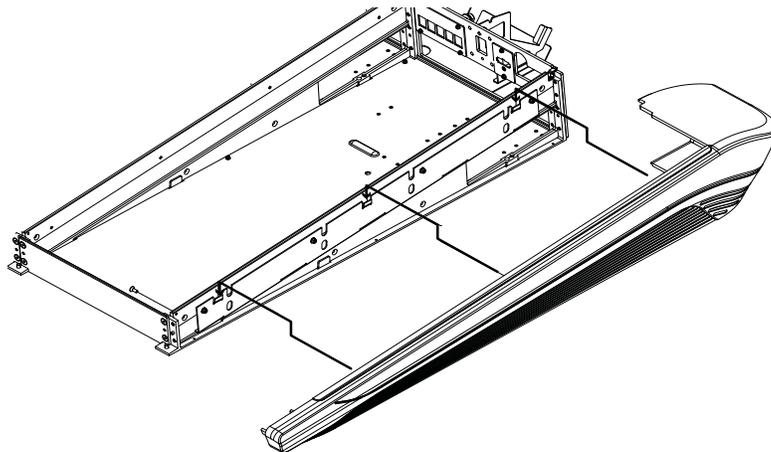

Abbildung 30. Anbringen der rechten Seitenabdeckung (Handauflage nicht abgebildet)
- 4 Stellen Sie sicher, dass Netz- und Ethernet-Kabel nicht im Weg sind und bringen Sie die rechte Seitenabdeckung an der rechten Befestigungsplatte an (siehe Abbildung 30).
- 5 Verwenden Sie weitere vier Phillips-Flachkopfschrauben, um die rechte Seitenabdeckung von der Innenseite des Chassis aus am Rahmen zu befestigen, wie in Abbildung 30 dargestellt.